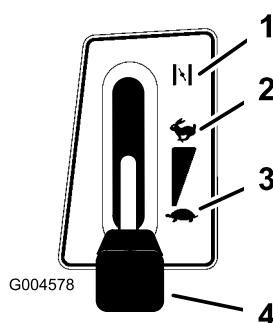

Bild 13
5. Stellen Sie den Gasbedienungshebel auf Choke (Bild 13).
7. Schieben Sie den Gasbedienungshebel, sobald der Motor angesprungen ist, langsam auf Schnell (Bild 13). Sollte der Motor stoppen oder stottern, schieben Sie den Gasbedienungshebel wieder für ein paar Sekunden auf die Choke-Stellung, schieben Sie den Gasbedienungshebel dann auf Schnell. Wiederholen Sie diesen Vorgang nach Bedarf.
1. Stellen Sie den Gasbedienungshebel auf „Langsam“ (Bild 13).